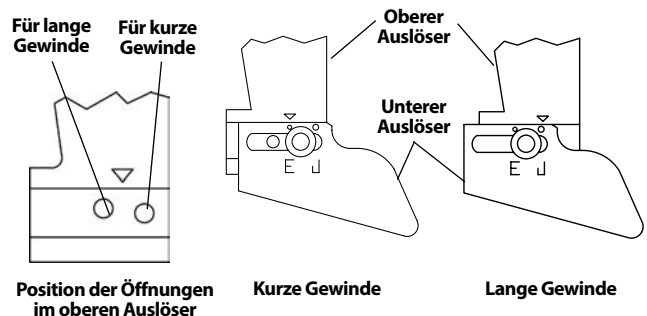

Abbildung 18 – Einstellen der Gewindelänge
2. Für kurze Gewinde schieben Sie den unteren Auslöser in Richtung Maschinenspindel. Für lange Gewinde schieben Sie ihn von der Spindel weg (siehe Abbildung 18 – Werkseinstellungen abgebildet). Lange Gewinde werden normalerweise in Fernost und kurze Gewinde in Europa bevorzugt. Nach Wunsch einstellen.